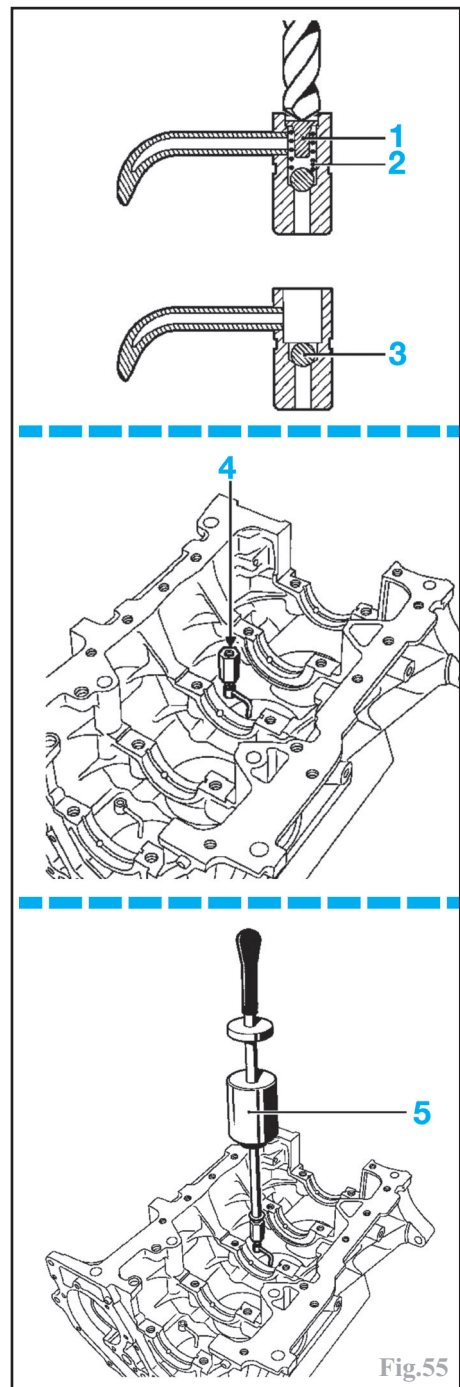

Fig.55
Percer le gicleur à l'aide d'un foret de Ø 7 mm et dégager la butée (1) et le ressort (2) (Fig.55).